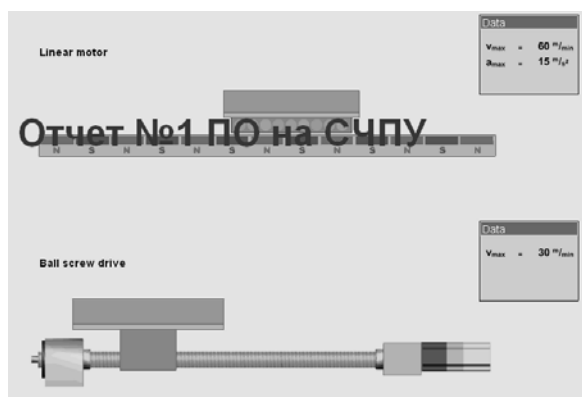

Рисунок 8 – Перемещение суп-порта токарного станка с ЧПУ
- 8 Принцип перемещений суппорта с помощью шарико-винтовой пары и линейного двигателя (рисунок 8).